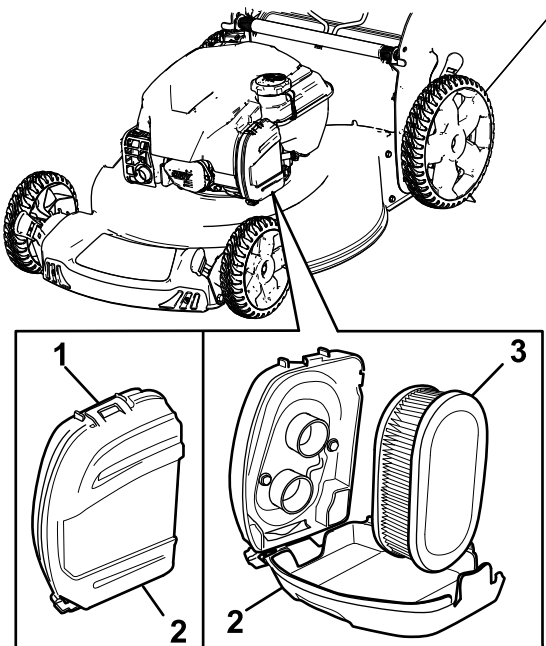

Figure 21
1. Déclipsez le haut du couvercle du filtre à air (Figure 21).
2. Retirez le filtre à air (Figure 21).